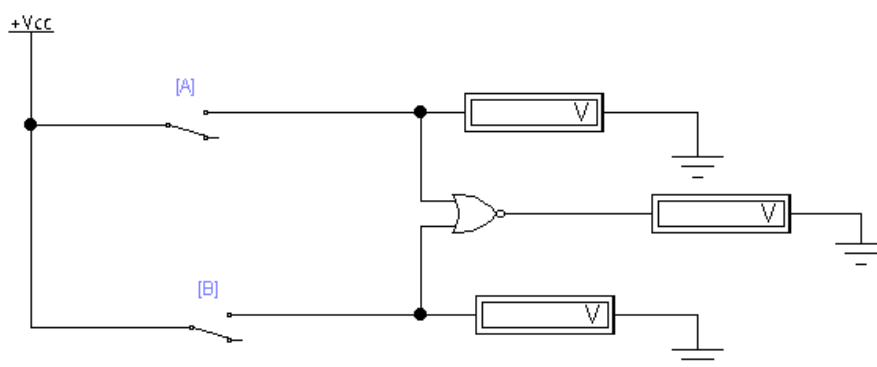

Fig. 7. Schema electrică a regimului static cu elementul SAU – NU.
4.1. Scriți funcția logică a schemei din Fig. 7.
4.2. Construiți schema electrică prezentată în Fig. 7.